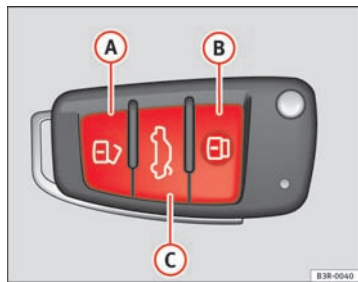

Fig. 78 Clé à radiocommande : affectation des touches
- Appuyez pendant environ une seconde sur la touche **A** ⇒ fig. 78.